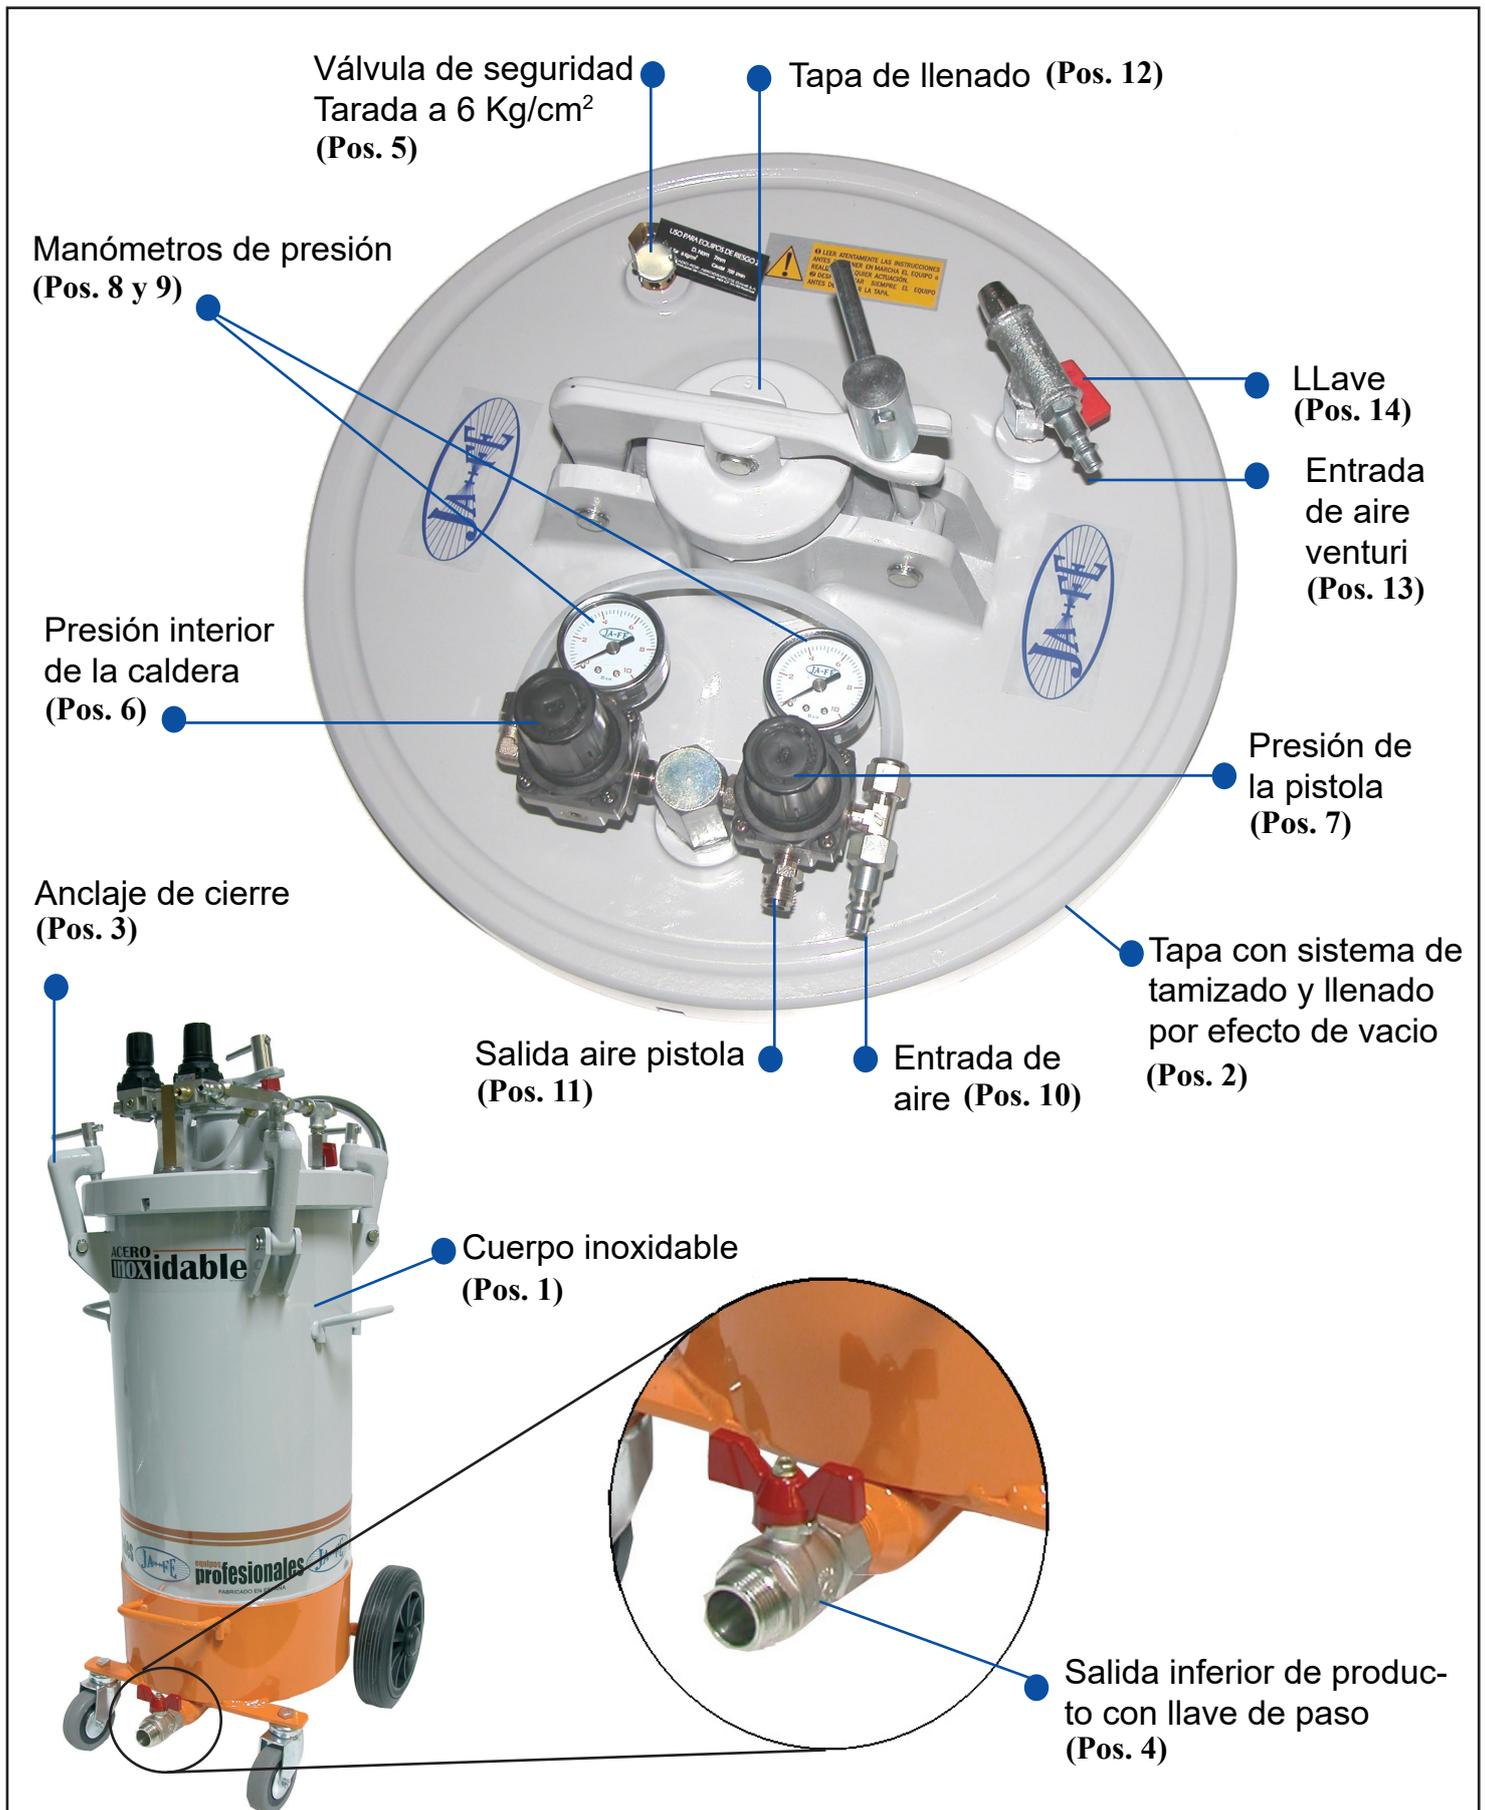

FIGURA-1
La caldera se compone principalmente del cuerpo (*pos. 1, Figura 1*) y de la tapa (*pos. 2*).
- 2) Conecte la manguera de producto en la entrada inferior (*pos. 4, Figura 1*).
- 3) Abra la tapa de llenado (*pos. 12 Figura 1*) y coloque el embudo con su tamiz.
- 4) Para realizar el efecto vacío. Conecte la manguera del compresor a la entrada de aire venturi (*pos. 13 Figura 1*), abra la llave (*pos. 14 Figura 1*) y póngalo en marcha.
- 6) Al terminar la carga, cierre la llave (*pos. 14 Figura 1*), desconecte la manguera de la entrada de aire venturi (*pos. 13, Figura 1*) y cierre la tapa de llenado (*pos. 12 Figura 1*)
- 7) Conecte la manguera del compresor a la entrada de aire (*pos. 10 Figura 1*).
- 8) Accione los reguladores de presión de aire (*pos. 6 y 7 Figura 1*) para controlar las presiones de trabajo.